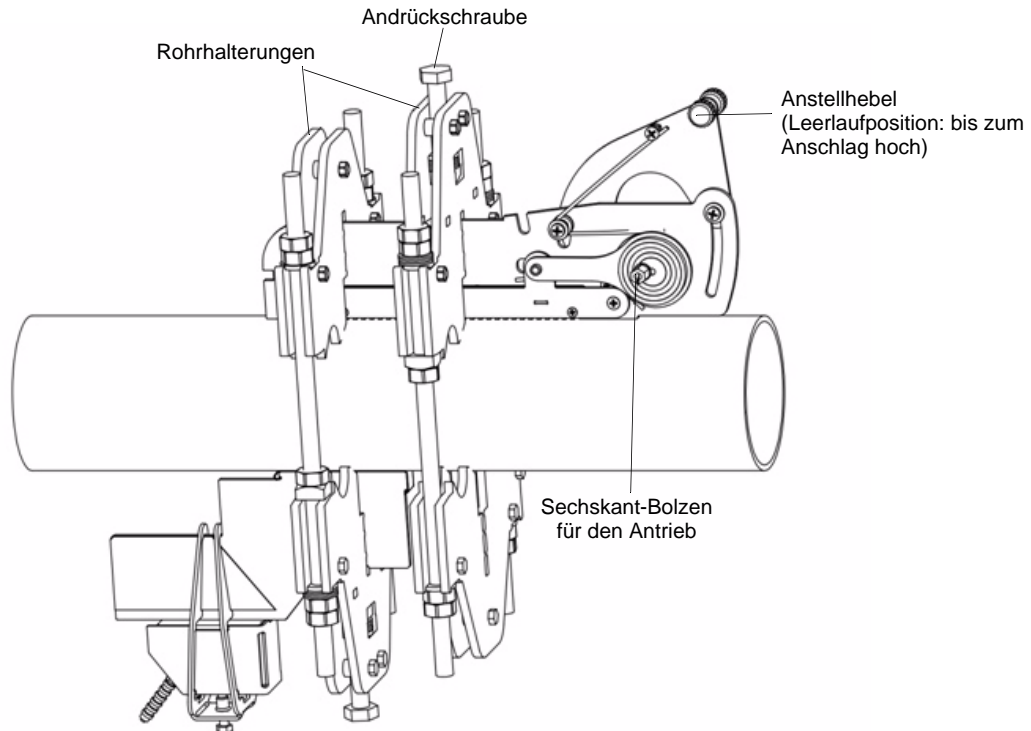

Abb. 4.2: Montiertes automatisches WI-Werkzeug
- Schieben Sie das automatische WI-Werkzeug in die Koppelplattenausschnitte der Rohrhalterung, bis sich die Spannfläche unter der Andrückschraube der Rohrhalterung befindet. Achten Sie darauf, dass sich der Anstellhebel beim Einsetzen des automatischen WI-Werkzeugs in der Leerlaufposition befindet (siehe Abb. 4.2).